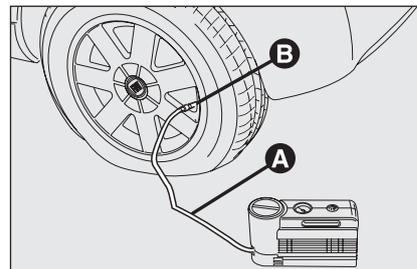

fig. 3
- Serrer le frein à main.** Dévisser le capuchon de la valve du pneu, enlever le tuyau flexible de remplissage **A**-fig. 3 et visser la bague **B** sur la valve du pneu;